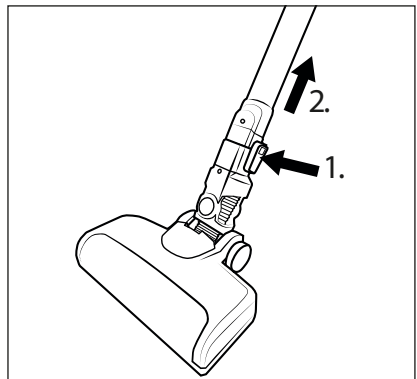

Abb. 12
- ♦ Um die Bodenbürste **21** vom Saugrohr **23** zu entfernen, halten Sie die Bodenbürsten-Entriegelungstaste **22** gedrückt und ziehen Sie das Saugrohr **23** von der Bodenbürste **21** ab (siehe Abb. 12).